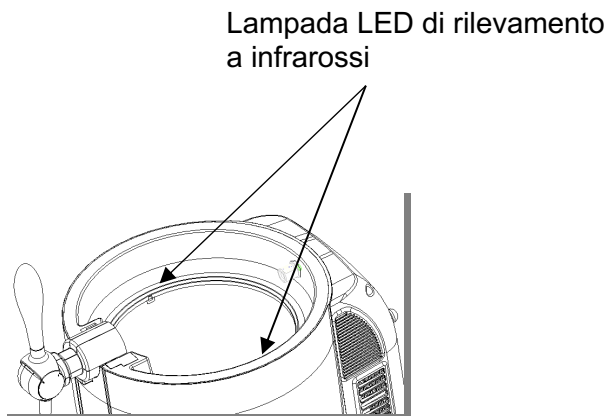

FIGURA 3
4. Verificare se il LED di rilevamento a infrarossi (come mostrato in Figura 3), sulla parte superiore sinistra e destra del lato interno del cilindro di refrigerazione del dispositivo, è sporco o danneggiato. Se il barilotto di birra non viene inserito nel barilotto di refrigerazione o rimosso, l'apparecchio non può funzionare normalmente e il pannello del display visualizza il codice "OP".